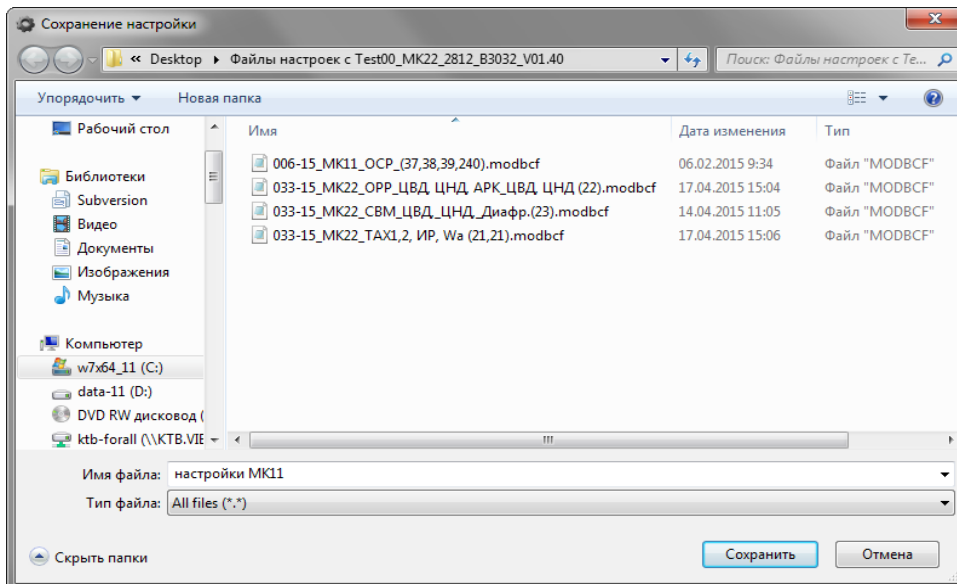

Рисунок 15 - Выбор места сохранения настройки
2) в диалоговом окне выбрать место, куда будет сохранен файл настроек (рис. 15);